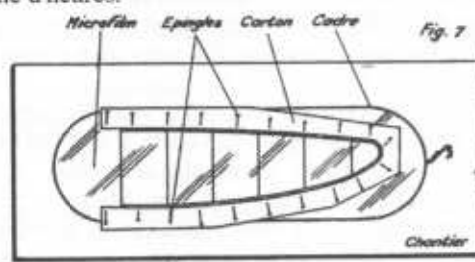

Fig. 7
3. Appliquez votre film sur la structure. Posez par dessus le carton et maintenez-le avec des épingles assez rapprochées. Le croquis (fig.7) sera certainement plus explicite qu'un long discours. Laissez sécher une douzaine d'heures.